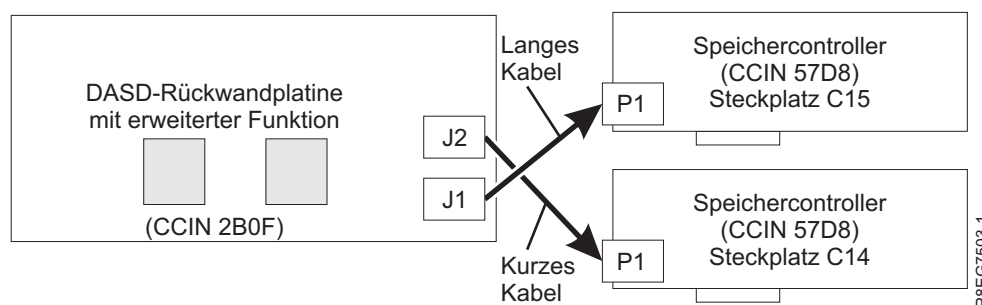

Abbildung 9. SAS-Kabel in einer Konfiguration mit erweiterter Funktion wieder anschließen
- Das kurze SAS-Kabel verbindet den Anschluss an der Rückwandplatine des oberen Plattenlaufwerks (J2) mit dem Anschluss P1 am internen SAS-RAID-Adapter in Steckplatz P1-C14. Siehe Abb. 9.
- Das lange SAS-Kabel verbindet den Anschluss an der Rückwandplatine des unteren Plattenlaufwerks (J1) mit dem Anschluss P1 am internen SAS-RAID-Adapter in Steckplatz P1-C15. Siehe Abb. 9.